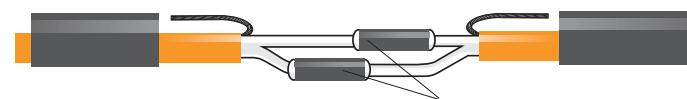

Рисунок 8
4.10. Надвинуть термоусаживаемые трубы SPL 6.0/1.4 длиной 25 мм на места соединений жил, обработать термоусаживаемые трубы струей горячего воздуха при помощи электрического фена для её усадки, выставив регуляторы температуры на 100–150 °C. Тепловой поток фена направлять от центра к краям соединения до образования плотно прилегающей оболочки без воздушных включений. Время воздействия 4–6 секунд. Правильно обработанные термоусаживаемые трубы должны дать усадку и плотно обжать со всех сторон места соединения согласно рис. 8.